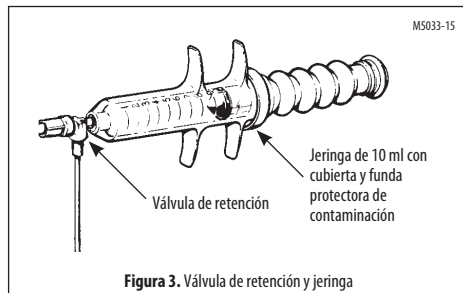

Figura 3. Válvula de retención y jeringa
1. Conecte la jeringa de 10 ml a la válvula de retención/paso de flujo (Figura 3).